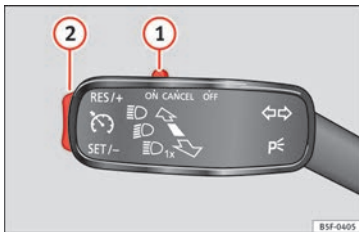

Bild 41 Spak för blinkers och helljus: Brytare och reglage för att använda farthållarsystemet
- Slå på farthållarsystemet Flytta reglaget » **bild 41** ① till **ON**. Systemet är på. Om ingen hastighet har programmerats in kommer systemet inte att kontrollera det.
- Aktivera farthållarsystemet: Tryck på knappen » **bild 41** ② i **SET/-**-området. Den nuvarande hastigheten memoreras och regleras.
- Stänga av farthållarsystemet tillfälligt: För reglaget » **bild 41** ① till **CANCEL** eller tryck ner bromspedalen. Farthållarsystemet stängs av tillfälligt.
- Återaktivera farthållarsystemet: Tryck på knappen » **bild 41** ② **RES/+**. Den memoriserade hastigheten sparas och kontrolleras igen.
- Öka den sparade hastigheten under CCS-reglering: tryck på knappen ② i **RES/+**. Bilen accelererar tills den når den nya sparade hastigheten.
- Minska den sparade hastigheten under CCS-reglering: tryck på knappen ② i **SET/-** för att minska hastigheten med 1 km/h. Hastig-
- Stänga av farthållaren: Flytta reglaget » **bild 41** ① till **OFF**. Systemet kopplas från och den memorerade hastigheten raderas.